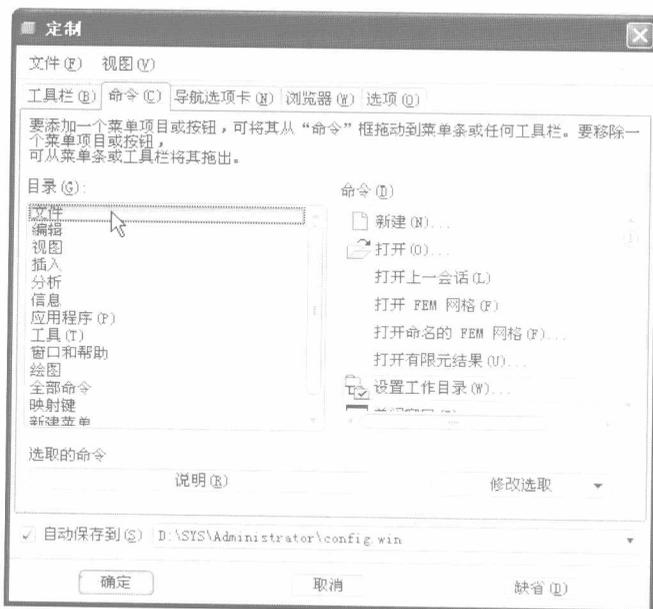

图 1-3 “定制”对话框
(1) 在菜单栏的“工具”菜单中选择“定制屏幕”命令，打开如图 1-3 所示的“定制”对话框。
(2) 切换到“命令”选项卡，默认选中“自动保存到”复选框。从“目录”列表框中选择命令所在的目录，例如选择“文件”目录。
(3) 在“命令”列表框中选择所需的命令，然后将其从“命令”列表框中拖动到指定的工具栏释放，则该命令对应的工具按钮便被添加到该工具栏中。